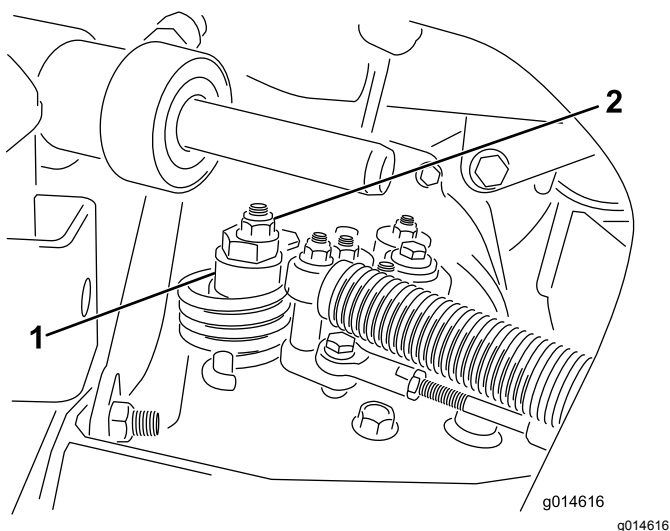

図 35
- A. 偏芯ナットをハイドロスタット上部に止めているナットをゆるめる 図 35。
- C. どちらにも車輪が回らないように偏芯ナットを回して調整する。調整ができれば固定ナットを締める 図 35。スロットル低速 および高速位置で調整が正しいことを確認する。